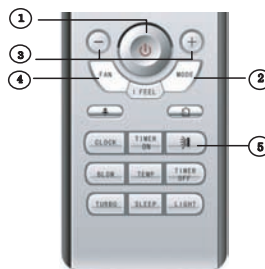

Рис. 7.4
7.6 Порядок управления (Рис. 7.4)